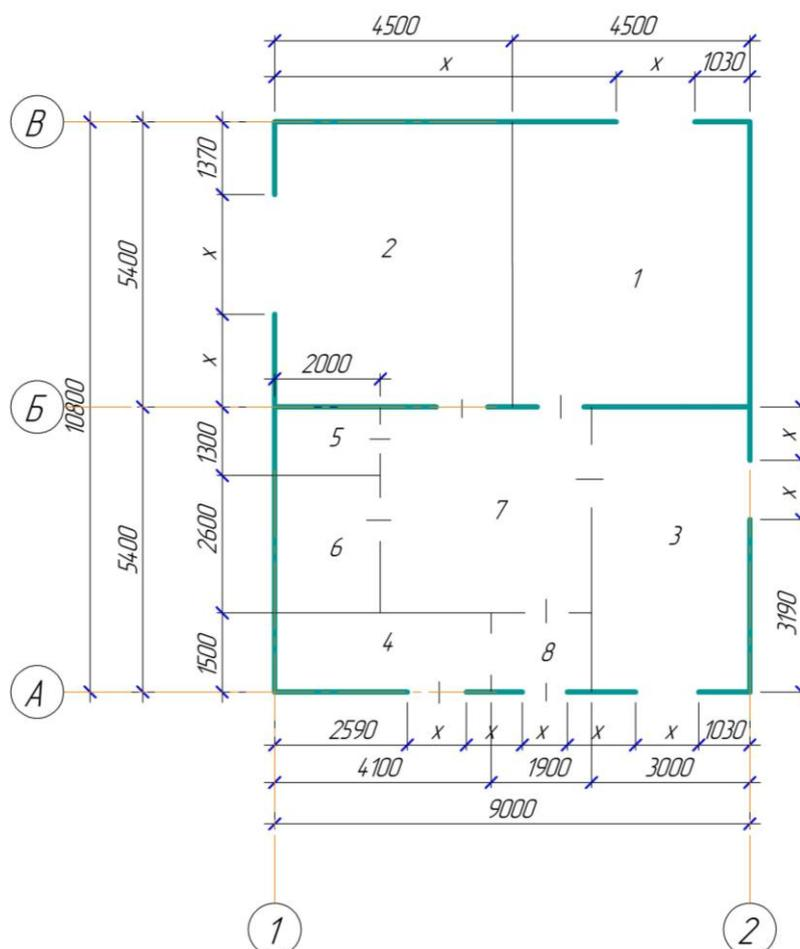

Рисунок 48
Содержание листа. На листе 5 выполняется план здания по вариантам (рис. 48 - 63).
1. Внимательно ознакомится с заданием на лист 4 (рис. 48 – 63) согласно варианту.
Содержание работы - вычерчивание плана здания в масштабе 1:100 (рис. 48), составление экспликации помещений, спецификаций окон и дверей. При выполнении работы наружные стены покажите толщиной 510 мм, капитальные внутренние - 380 мм, перегородки - 100 мм.